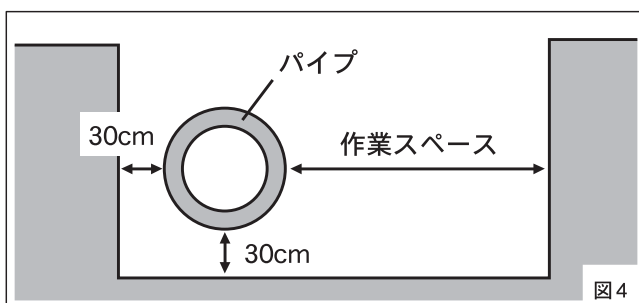

図 4
管の準備・ガイドリングの取付け (図 4～5)
- ①溝切加工を行う管を掘り出し、図 4 のように土などを取り除いて管の周囲に30cm以上のスペースと、片側に人が入って作業できるスペースを確保してください。